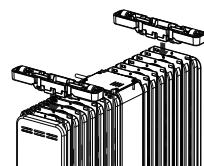

图1
- 2、如图1所示，将一套支脚组件的安装卡扣对准散热片的孔位，往箭头方向按压，支脚上的卡扣落入散热片的孔位即可。